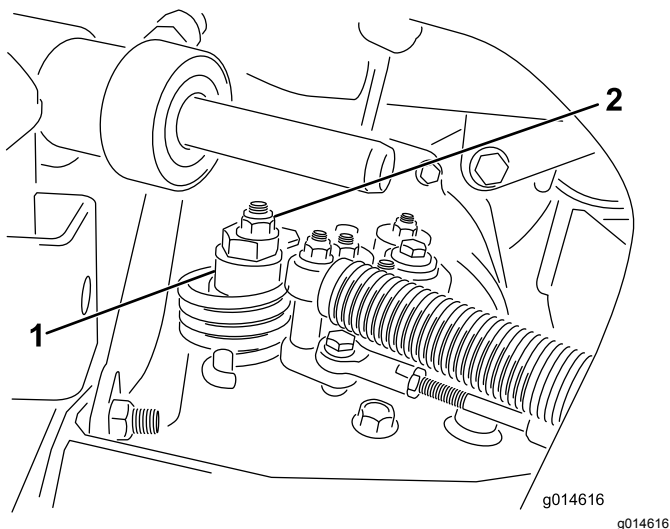

図 37
- A. 偏芯ナットをヒドロスタット上部に止めているナットをゆるめる 図 37。
- C. どちらにも車輪が回らないように偏芯ナットを回して調整する。調整ができれば固定ナットを締め込む 図 37。スロットル低速 および高速位置で調整が正しいことを確認する。